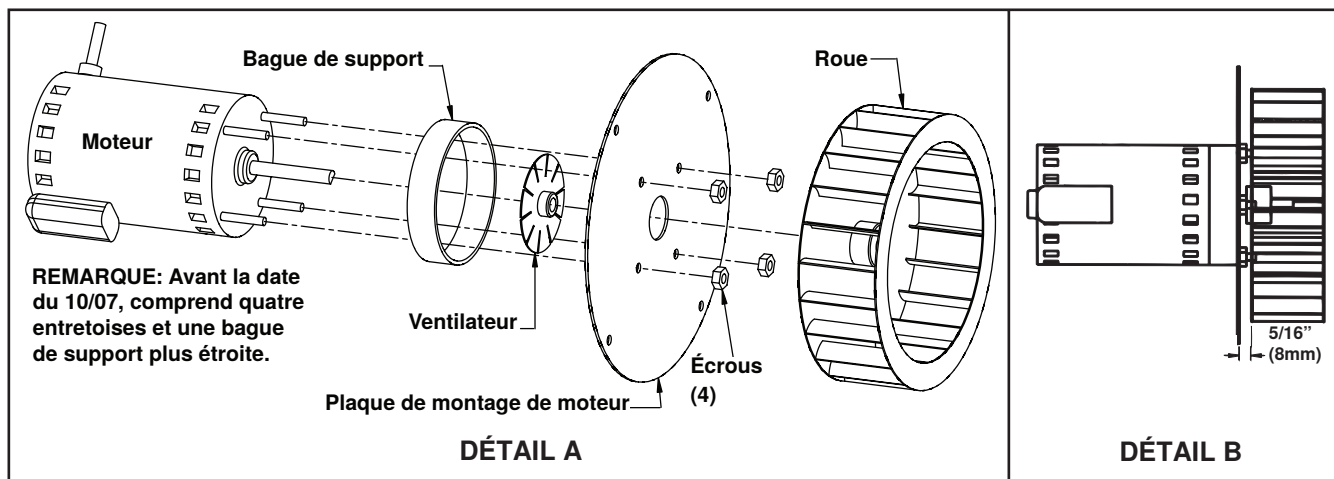

Figure 31. Ensemble moteur et aubes de l'extracteur
5. Démontez le moteur et la roue (voir **Figure 31**, DÉTAIL A) :
- e. Le côté fermé vers le moteur, faites glisser la roue d'extracteur sur l'arbre. Positionnez la roue en respectant l'espacement indiqué à la Figure 31, DÉTAIL B. Serrez la vis d'arrêt sur le côté plat de l'arbre moteur.